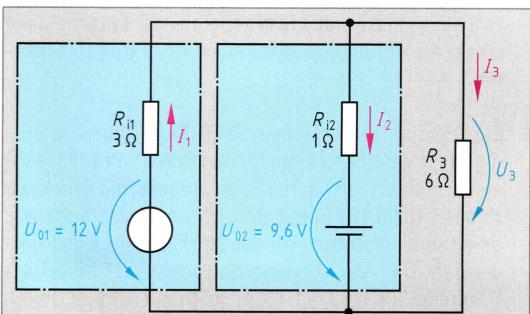

Bild 4: Überlagerung
5. Berechnen Sie aus der Schaltung **Bild 4** a) I_3 , b) U_3 .
6. Welchen Strom I_1 gibt das Netzgerät in der Schaltung von **Bild 4** ab?
7. a) Berechnen Sie in der Schaltung **Bild 4** den Strom I_2 durch R_{12} , b) Wird der Akkumulator aufgeladen oder entladen? (Begründung!)
8. Bei welchem Laststrom I_3 und welchem Lastwiderstand R_3 in der Schaltung **Bild 4** ist der Akkumulator stromlos?
9. Bei welchem Laststrom I_3 und welchem Lastwiderstand R_3 in Schaltung **Bild 4** ist der Ladestrom des Akkumulators gleich dem Laststrom?
10. Bei welchem Laststrom I_3 und welchem Lastwiderstand R_3 in Schaltung **Bild 4** stammt die Hälfte des Laststromes aus dem Netzgerät?